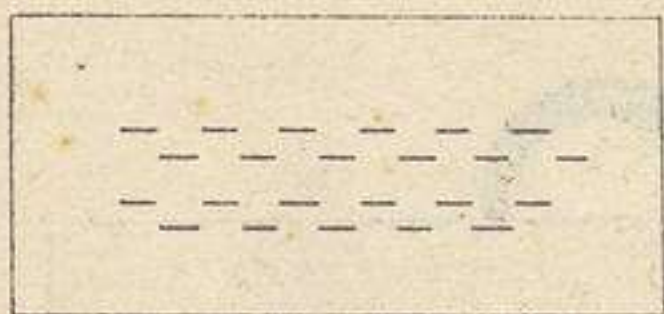

Fig. 8.—Preparación del ojal
**Ojal.**—Después de abierto el ojal, se pasa un punto de bastilla alrededor de la cortadura (fig. 8). Se clava después la aguja por debajo, se pasa el hilo debajo de la aguja y se tira de ésta con cuidado. Los dos
dolo con el pulgar de la mano izquierda. El resto del ojal se hace como el ojal de ropa blanca (figs. 8 y 9).